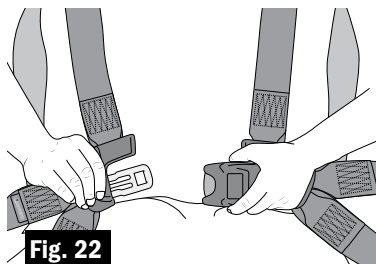

Fig. 22
- b. Insérer la languette dans la boucle jusqu'à l'encliquetage (son « clic ») (fig. 22).